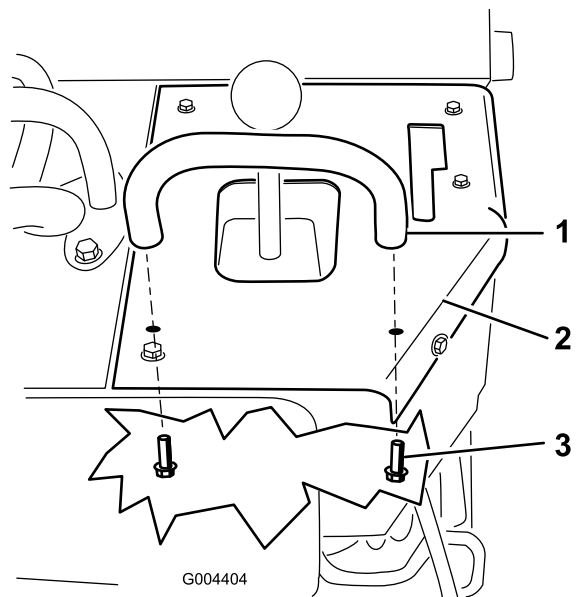

Figura 9
- Fissate la barra di riferimento al quadro di comando utilizzando 2 bulloni ($\frac{5}{16}$ " x $\frac{3}{4}$ "), montandoli dall'interno della macchina (Figura 9).